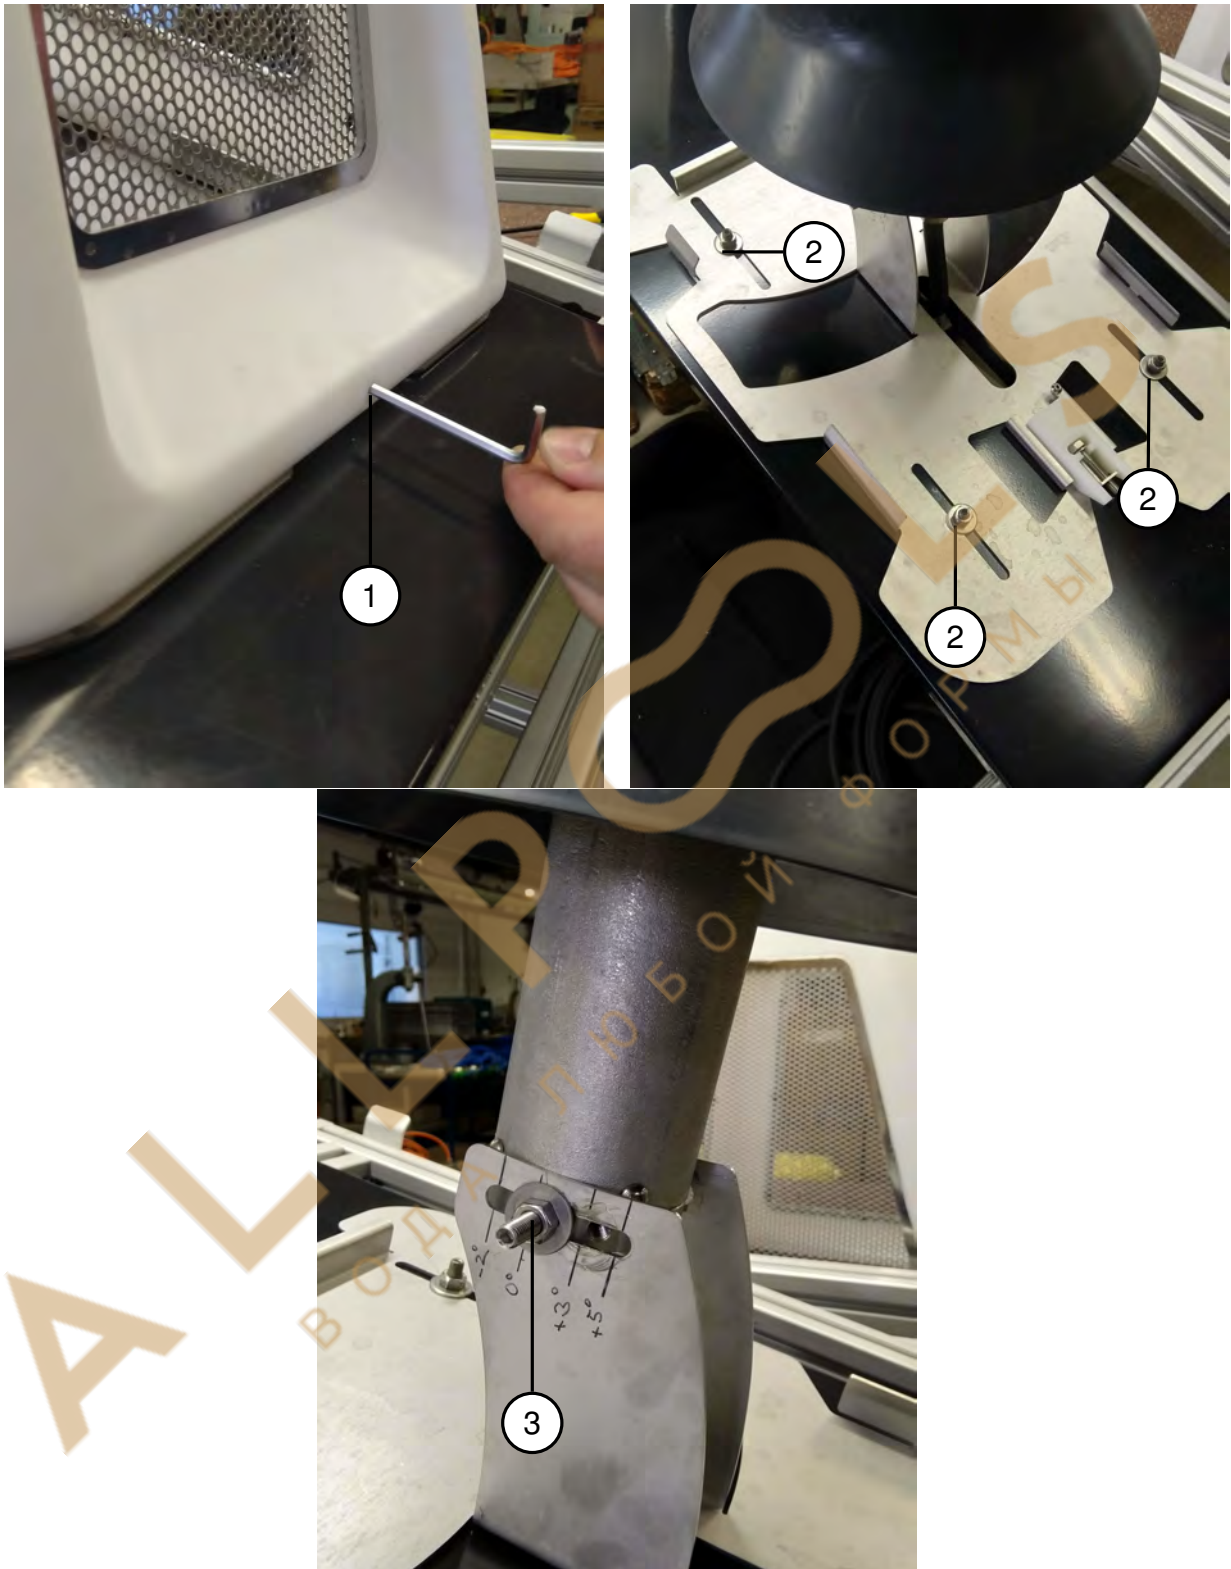

Рисунок 9: Слева: Открывание запорного механизма шестигранным ключом ①.
- Для этого откройте запирающий механизм ① шестигранным ключом (см. рис. 9).
- Ослабьте винты (см. рис. 9 ②) и соответствующим образом измените расстояние.
- Ослабьте гайку ③ и отрегулируйте турбину на нужный угол.
- Затяните гайку ③ так, чтобы турбина удерживалась на месте.
- Снова снимите кожух и полностью затяните гайку ③.